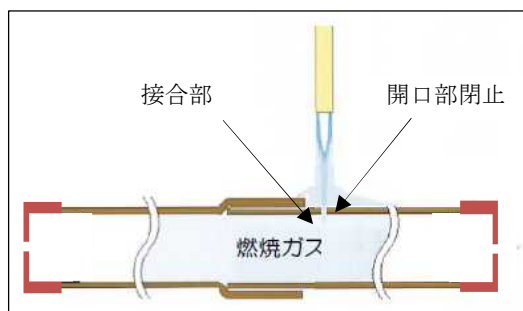
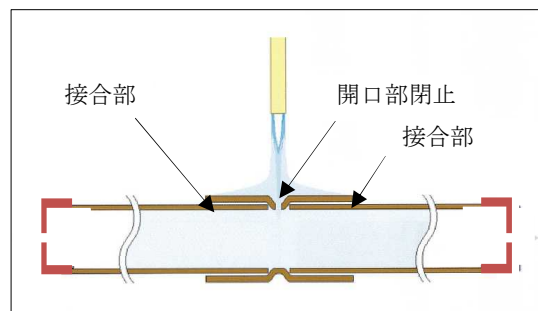

図4 Nフリーブ工法
図3 酸化防止継手工法
①酸化防止継手工法
- ・酸化防止継手工法(図3)は専用の継手を使用し、その開口部及び継手部両端部の接合が必要となるのに対して、「Nフリーブ工法」(図4)は、継手が不要で接合箇所も半減します。